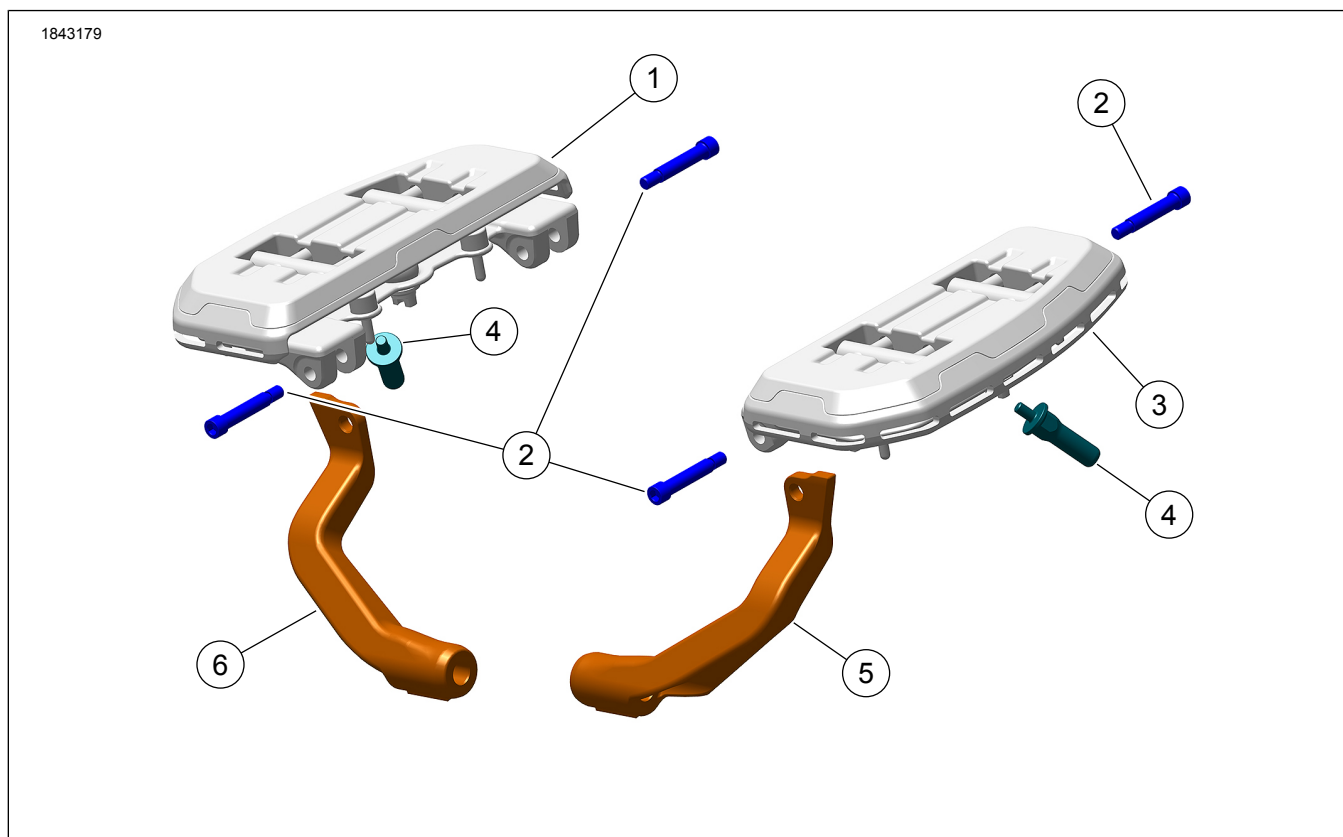

Figura 1. Conteúdo do kit: Descanso dos pés
2. Ver a Figura 1. Instale os **novos** apoios de suporte (5, 6) do kit.